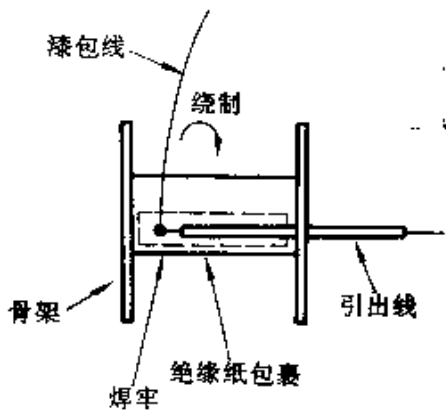

图 3-124
② 绕初级绕组。将漆包线线头与引出线焊牢，焊点等裸露部分用绝缘纸包裹住，引出线从线包框架侧板的引线孔中穿出，如图 3-124 所示。初级绕组绕好后，其线尾也像线头一样连接好引出线。